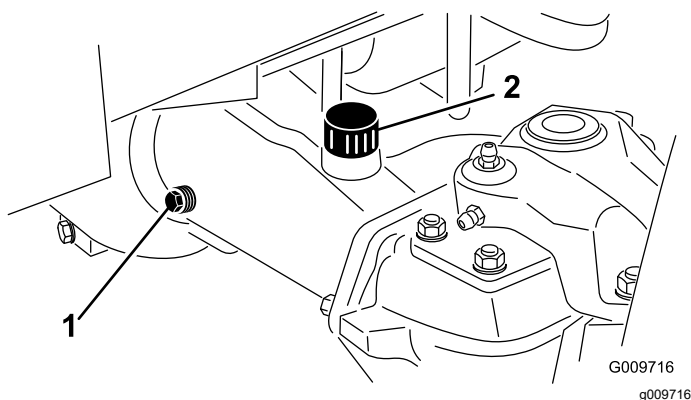

Figure 93
2. Enlevez un bouchon de contrôle à une extrémité du pont arrière (Figure 93) et vérifiez que l'huile atteint la base de l'orifice. Si le niveau est trop bas, enlevez le bouchon de remplissage (Figure 93) et ajoutez la quantité d'huile qui convient pour amener le niveau au bas des orifices des bouchons de contrôle.